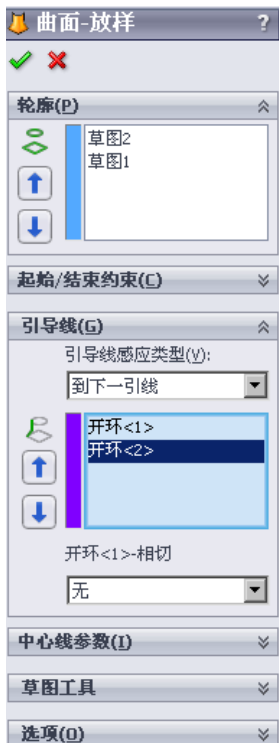
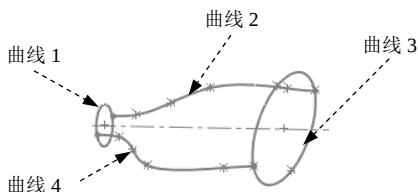

图 5.3.22 “曲面-放样”对话框
图 5.3.23 定义放样轮廓和放样引导线
Step2. 选择命令。选择下拉菜单 **插入(I)** → **曲面(S)** → **放样曲面(L)...** 命令，系统弹出“曲面-放样”对话框（图 5.3.22）。
Step3. 定义放样轮廓。选取图 5.3.23 所示的曲线 1 和曲线 3 为轮廓。
Step4. 定义放样引导线。在“曲面-放样”对话框中激活“引导线”文本框，选取图 5.3.23 所示的曲线 2 和曲线 4 为引导线（选取引导线时，系统会弹出快捷菜单，并定义其所选曲线为开环，此时单击快捷菜单中的 ☒ 按钮即可），其他参数选用默认设置值，如图 5.3.22 所示。